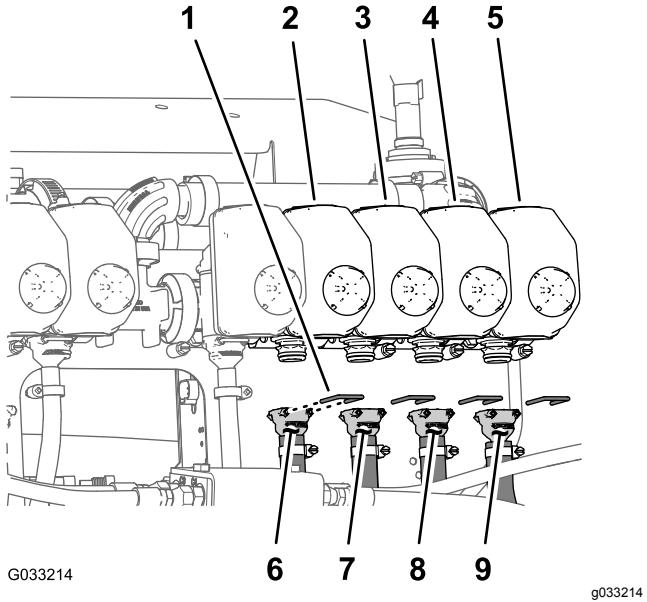

Bild 140
**Hinweis:** Informationen zu den Düsenventilstellungen finden Sie in Bild 138 in Montieren der Schläuche an den Düsenventilen 1 bis 4 (Seite 68), Bild 139 in Montieren der Schläuche an den Düsenventilen 5 bis 6 (Seite 68) und Bild 140 in Montieren der Schläuche an den Düsenventilen 7 bis 10 (Seite 69).
1. Befestigen Sie das gerade gezahnte Anschlussstück des Zulaufschlauchs (188 cm) an der Kupplung des Düsenventils 7 (Bild 140).
2. Befestigen Sie das gerade Anschlussstück mit einem Halter an der Kupplung (Bild 140).
3. Befestigen Sie das gerade gezahnte Anschlussstück des Zulaufschlauchs (188 cm) an der Kupplung des Düsenventils 8 (Bild 140).
4. Befestigen Sie das gerade Anschlussstück mit einem Halter an der Kupplung (Bild 140).
5. Befestigen Sie das gerade gezahnte Anschlussstück des Zulaufschlauchs (234 cm) an der Kupplung des Düsenventils 9 (Bild 140).
6. Befestigen Sie das gerade Anschlussstück mit einem Halter an der Kupplung (Bild 140).
7. Befestigen Sie das gerade gezahnte Anschlussstück des Zulaufschlauchs (279 cm) an der Kupplung des Düsenventils 10 (Bild 140).
8. Befestigen Sie das gerade Anschlussstück mit einem Halter an der Kupplung (Bild 140).